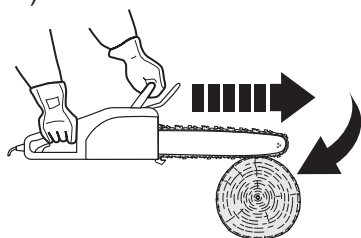

Fig. 26
1. Si se pellizca la cadena de la sierra (11) a lo largo de la parte inferior de la barra guía (12), se puede tirar del producto hacia adelante, alejándolo del operador (Fig. 26).